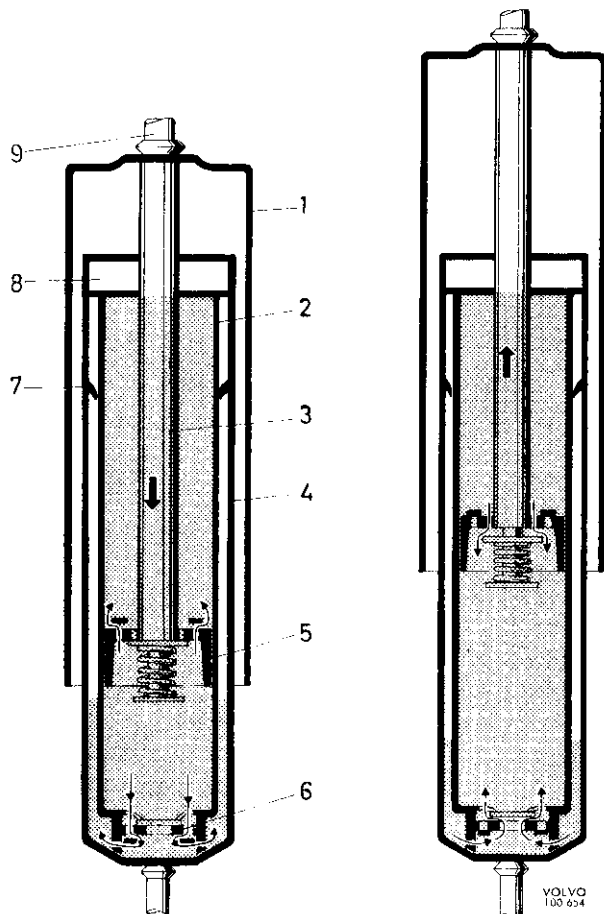

Abb. 6 Funktion des Stoßdämpfers
Die Konstruktion der Stoßdämpfer geht aus Abb. 6 hervor. Der äußere Zylinder (1) dient lediglich als Staubschutz. Die beiden übrigen Zylinder (2 und 4), sind konzentrisch, einer in dem anderen ganz eingeschoben, angeordnet. Der innerste Zylinder (2) ist der eigentliche Arbeitszylinder. Dieser ist am unteren Ende mit einem Ventil (6) versehen. In diesem Zylinder befindet sich ein Kolben (5), in dem Löcher gebohrt sind. Der Durchgang durch diese Bohrungen wird durch Ventile gesteuert. Der Kolben ist an einer Kolbenstange (3) befestigt, deren Oberteil als Karosseriebefestigung ausgeführt ist. Auch das Unterende des Stoßdämpfers ist als Befestigung ausgeführt. Der Zwischenraum zwischen den Zylindern (2) und (4) dient als Vorratsbehälter und ist nur teilweise mit Stoßdämpferflüssigkeit gefüllt. Der innere Zylinder ist an beiden Seiten des Kolbens (5) mit Flüssigkeit gefüllt. Der Deckel (8) dient als Abdichtung und als Führung für die Kolbenstange (3). Der Ring (7) dient als Spritzscheibe für die Flüssigkeit.